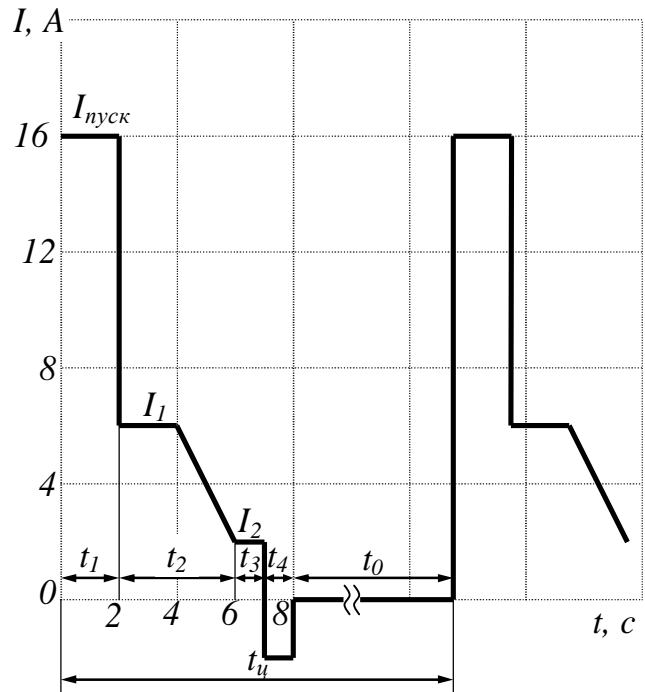

Рис. 9.2
**9.12.** Перевірити придатність краново-металургійного асинхронного трифазного електродвигуна типу МТКФ – 112 – 6 з фазним ротором, призначеного для приводу механізму, що працює за графіком рис. 9.2. Електродвигун має такі номінальні дані: